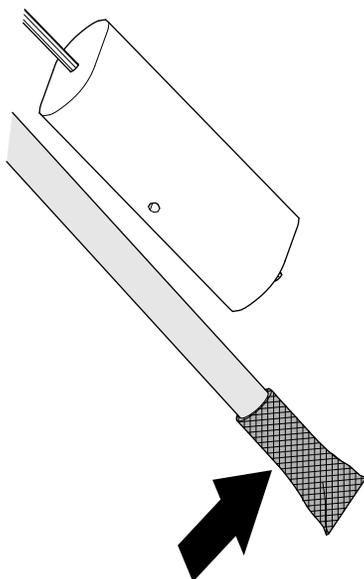

Figura 126
1. Pulite la griglia all'estremità del tubo di prelievo del carburante (Figura 126).